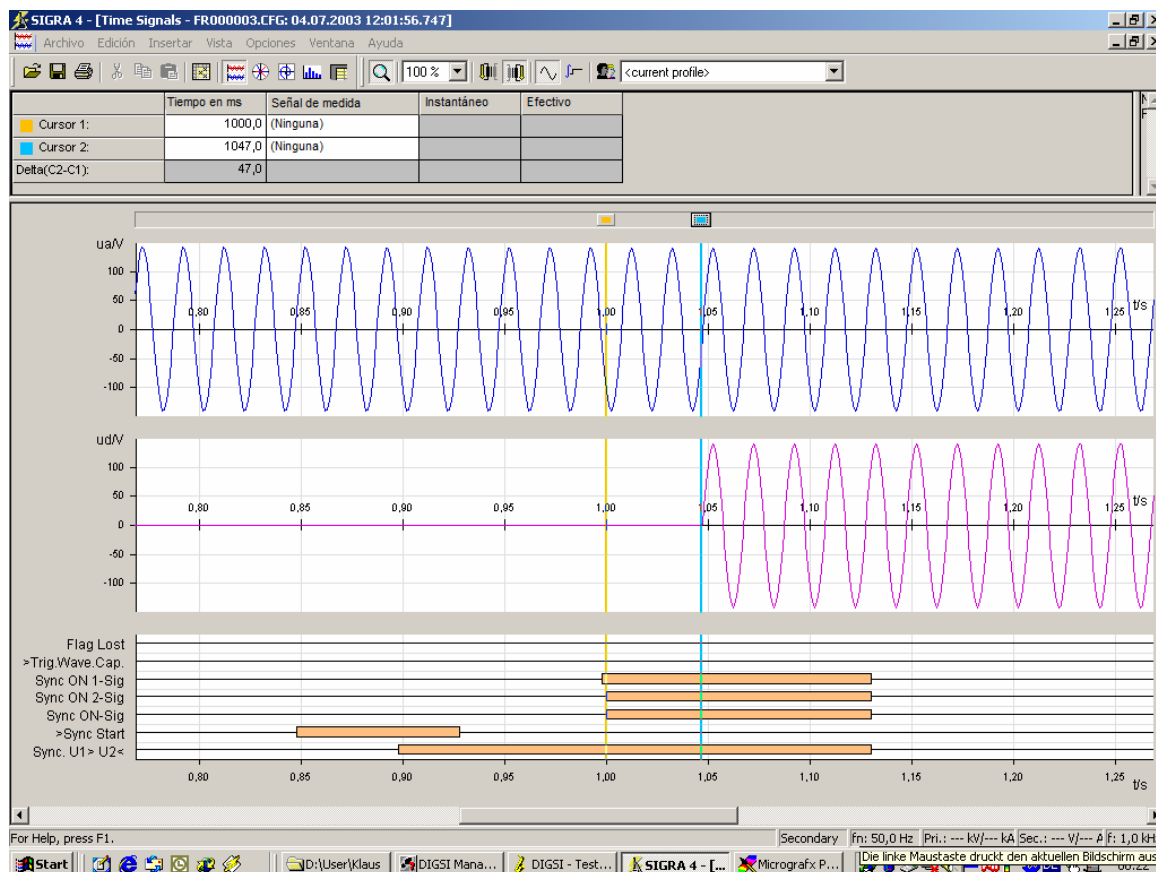

Figura 3-24 Medida del tiempo de cierre del interruptor
- Observe la perturbografía y determine mediante SIGRA el tiempo de cierre (ver figura 3-24). Utilice aquí los dos cursores y la función de medida de tiempo. La aparición de la 2da tensión indica los polos cerrados del interruptor.